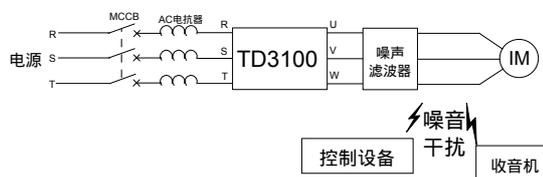

图3-11 变频器输出侧滤波器安装图
(1) 在输出侧选配变频器专用噪声滤波器。如图3-11所示：